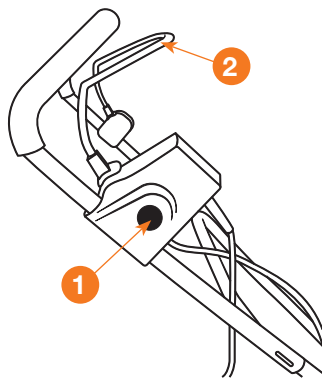

Рис. 22
- Нажмите и удерживайте кнопку блокировки включения **1** (Рис. 22).